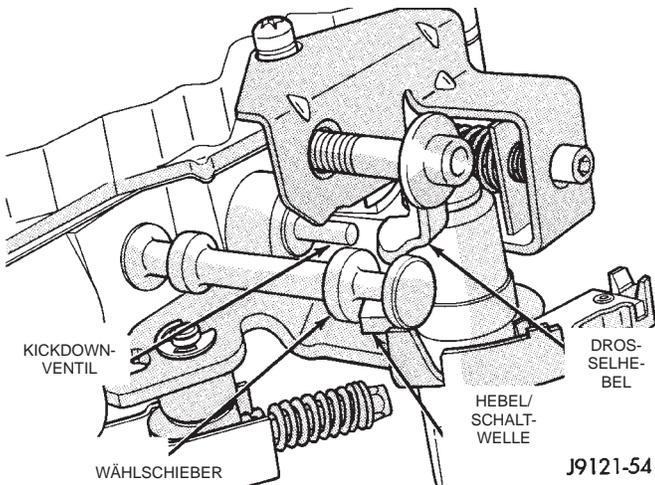

Abb. 67 Wählschieber und Drosselhebel ausrichten
(43) Drosselhebel in die Nut des Wählschiebers einsetzen (Abb. 67).